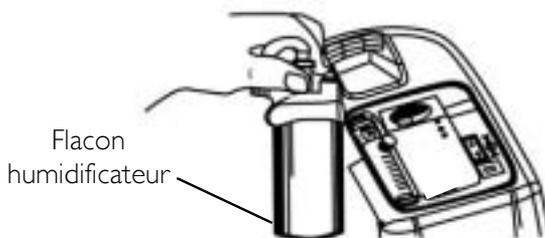
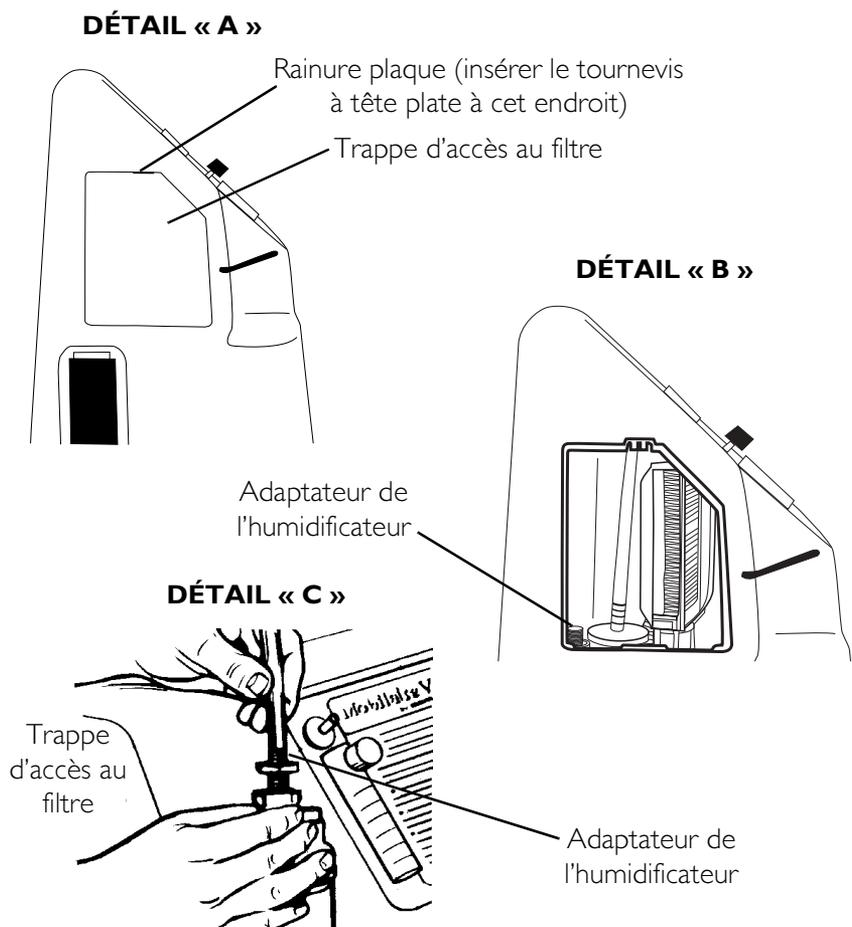
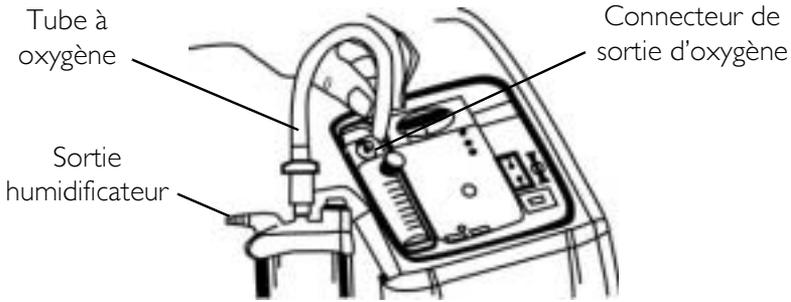

FIGURE 5.2 Compartiment de l'humidificateur
FIGURE 5.3 Fixer l'adaptateur de l'humidificateur
FIGURE 5.4 Fixation du tube à oxygène
REMARQUE : Pour cette procédure, se reporter à la FIGURE 5.1, FIGURE 5.2 page 55 FIGURE 5.3 page 56 et FIGURE 5.4 page 57.
3. Retirer la trappe d'accès au filtre située sur le côté du concentrateur. Insérer un tournevis à tête plate dans la rainure plaque sur le bord supérieur de la trappe d'accès et soulever délicatement la porte d'accès du filtre pour ouvrir la trappe. Se reporter au détail « A » dans FIGURE 5.3.
4. L'adaptateur de l'humidificateur se trouve près du filtre d'entrée. Retirer l'adaptateur de l'humidificateur. Se reporter au Détail « B » dans la FIGURE 5.3.
5. Le fixer à l'humidificateur en tournant l'écrou papillon sur le flacon de l'humidificateur dans le sens contraire des aiguilles d'une montre jusqu'à ce qu'il soit bien fixé. Se reporter à Détail « C » dans la FIGURE 5.3.